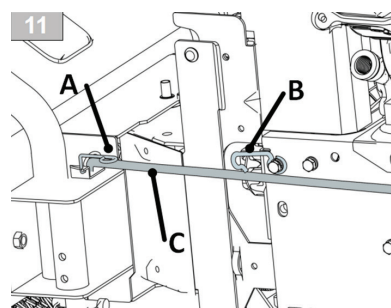

Рисунок 11
- a) снять рулевую тягу (рисунок 11С) с крюка (рисунок 11В)
- b) установить рулевую тягу (рисунок 11С) в отверстие насадки
- c) зафиксировать рулевую тягу (рисунок 11С) шплинтом (рисунок 11А)
- вытащите шплинт (рис.11 А) из рулевой тяги
- вытяните тягу руля (рис.11С) из устройства.
- зафиксируйте тягу руля (рис.11 С) крюком (рис.11 В).